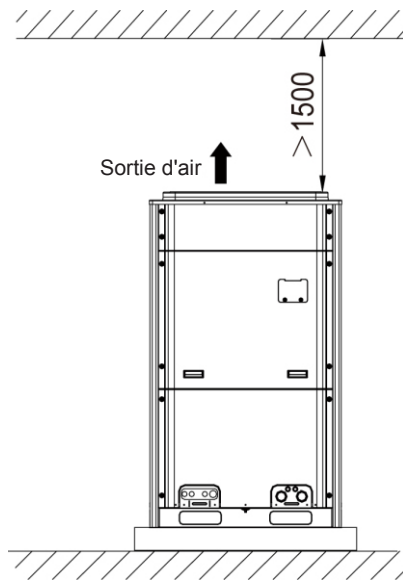
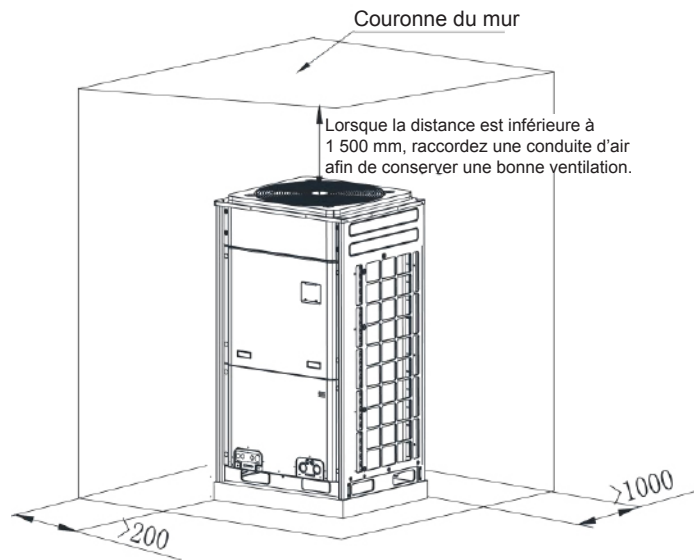

Fig. 3.2.5
Fig. 3.2.6
3.2.2 En présence d'un plafond (ou obstacle similaire) au-dessus de l'unité, maintenez une distance entre le haut de l'unité et le plafond d'au moins 3 000 mm. Lorsque l'unité est située dans un espace totalement ouvert sans obstructions dans les quatre directions, maintenez une distance entre le haut de l'unité et le plafond d'au moins 1 500 mm (voir Fig. 3.2.5). Lorsque l'espace est limité à 1 500 mm ou que l'unité n'est pas placée dans un espace ouvert, un tuyau de retour d'air est nécessaire doit être posé pour assurer une bonne ventilation (voir Fig. 3.2.6).